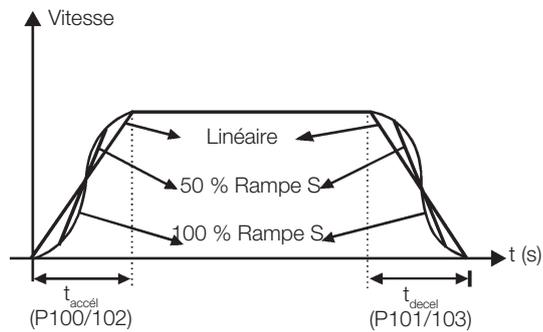

Figure 11.2: Rampe S ou linéaire
■ Il définit le pourcentage de la rampe S utilisé pendant les accélérations et les décélérations. La Figure 11.2 à la page 11-16 allows a better understanding.